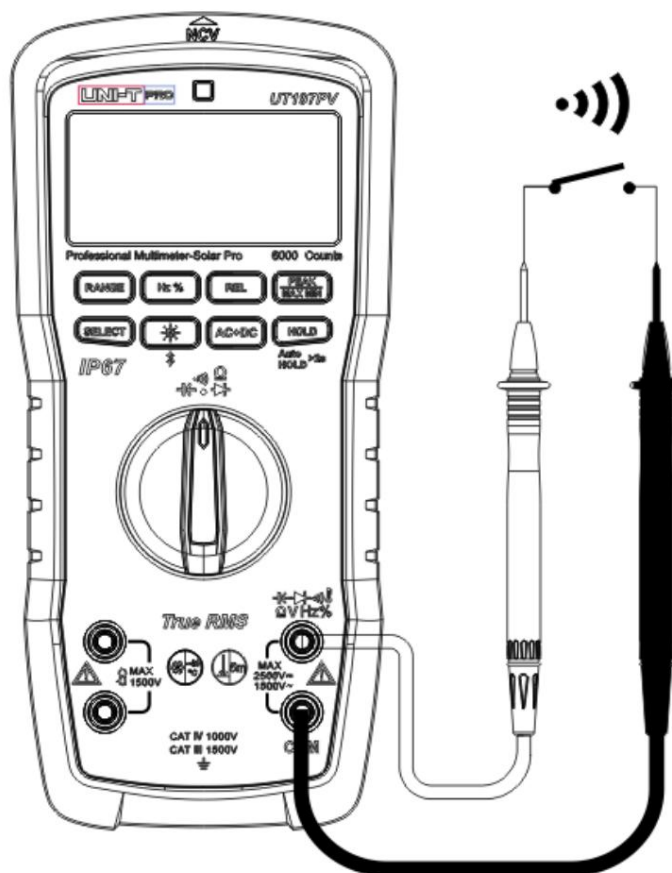

Figura 9
6. Măsurarea continuității (Figura 9)